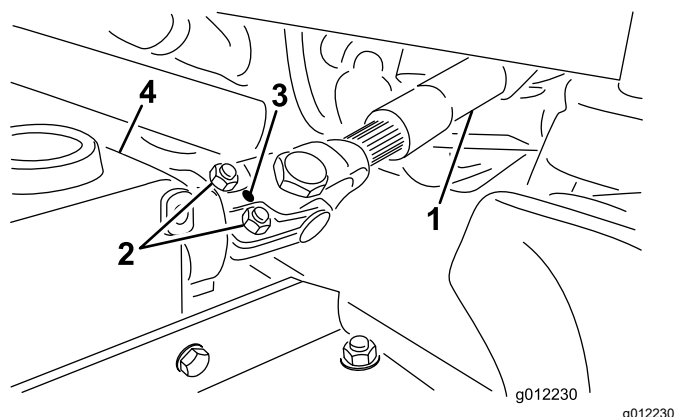

Figura 6
- A. Retire o pino de segurança da culatra da extremidade e veio da caixa de velocidades (Figura 6).
- B. Desaperte os dois parafusos e porcas de bloqueio (Figura 6).
- C. Prenda culatra da extremidade do veio da transmissão da tomada de força no veio da caixa de velocidades com o pino de segurança (Figura 6).
- D. Aperte as porcas de bloqueio para prender culatra da extremidade ao veio da caixa de velocidades (Figura 6). Aperte as porcas de bloqueio com 20 a 25 N·m.